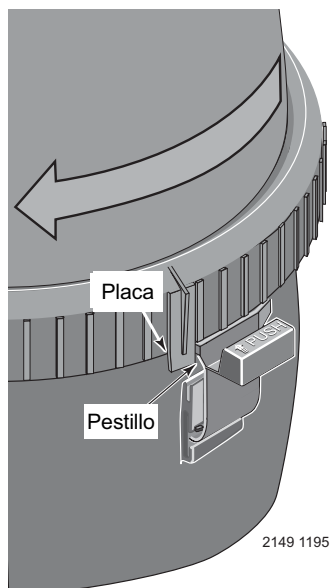

Figura 3 - Gire el Aro Posi-Lok™ hasta que la placa quede asegurada detrás del pestillo de seguridad.
1. Trabe el Aro Posi-Lok™ firmemente en su lugar haciéndolo EN DIRECCIÓN DE LAS AGUJAS DEL RELOJ hasta que haga “clic” después del pasador de seguridad (ver Figura 3). Deje de girar tan pronto como se escuche el “clic” después del pasador. Es posible que el aro parezca estar un poco flojo, pero quedará apretado cuando se encienda la bomba y el filtro quede bajo presión.
- D. Gire el Posi-Lok™ hacia la derecha hasta que quede asegurado detrás del pestillo de seguridad (ver Figura 3).